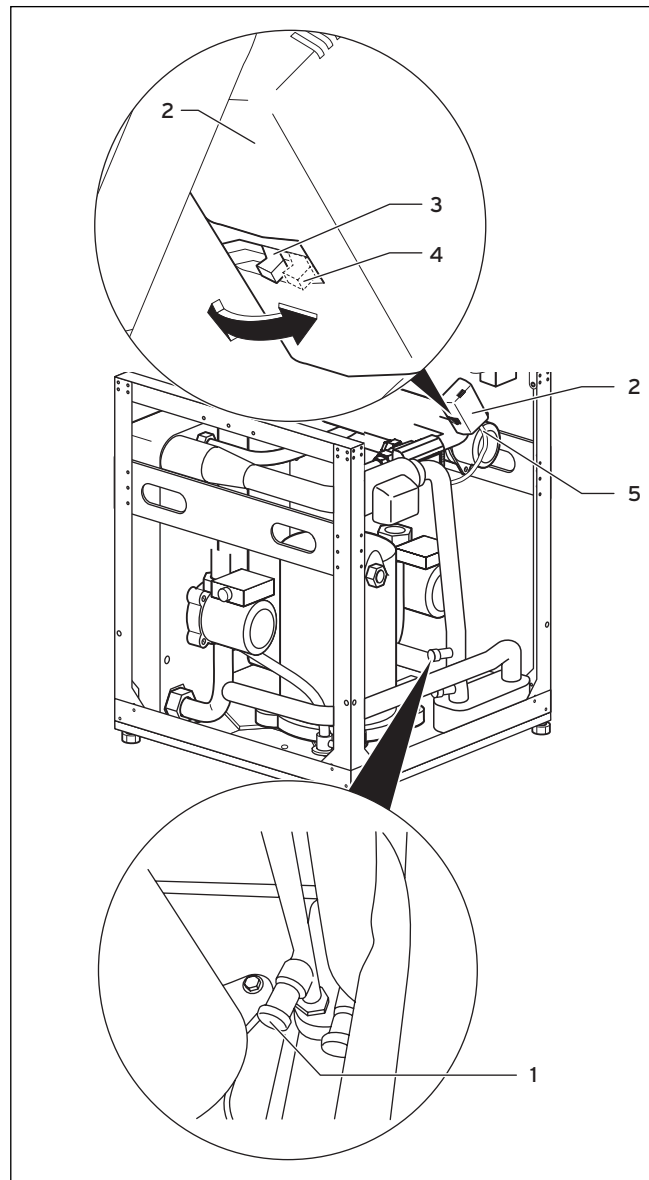

Bild 5.2 3-vägs-ventil och värmekretsens påfyllnings- och tömningsventil
- Sätt fast slangens fria ände på värmekretsens påfyllnings- och tömningsventil (bild 5.2, pos. 1).
- Tryck på den vita spaken (3) på (kylnings-) 3-vägs-ventilens motorhuvud (2) så att den hakar fast i mellanställningen.
Den vita spaken på (kylnings-) 3-vägs-ventilens motorhus (bild 5.2, pos. 4) måste nu stå i sitt ursprungliga läge igen.